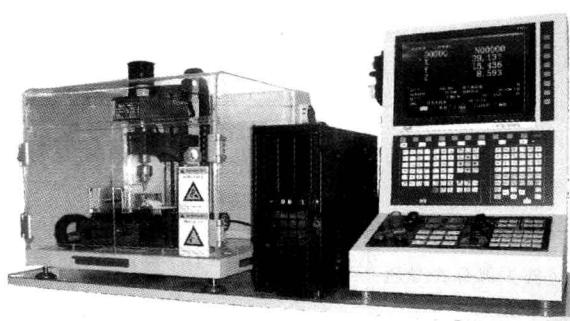

图 1-3 SF-M 数控铣床
- (2) SF-M 数控铣床 采用三英双子星数控系统，如图 1-3 所示。